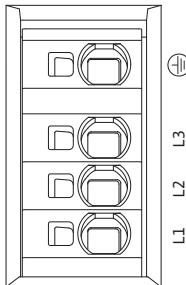

Fig. 27: Bornes de potencia(Bornes de conexión a la red)
- Bornes de potencia (Bornes de conexión a la red) (Fig. 27)